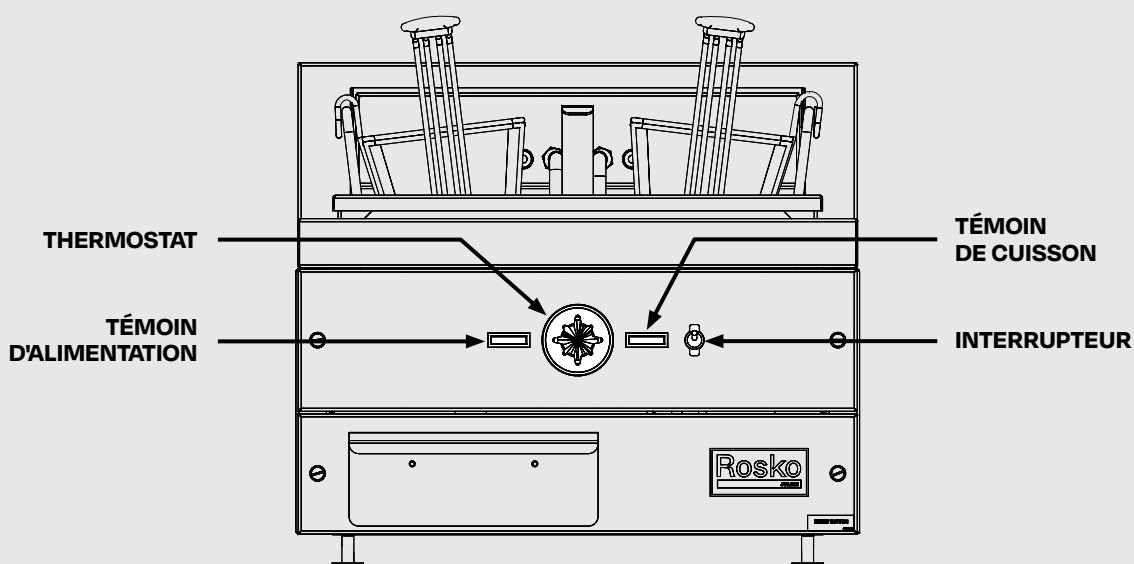

Figure 9
4. Ajuster le thermostat à la position désirée. Le témoin lumineux rouge s'allumera pour indiquer que les éléments sont en fonction. **(Figure 9)**